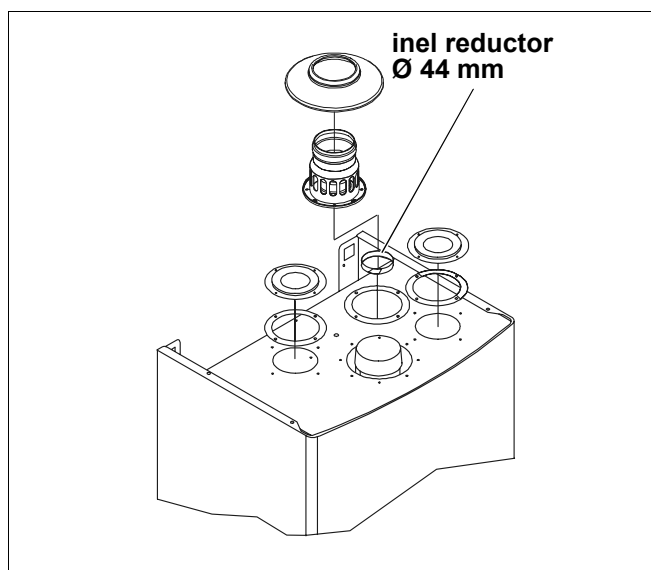

Fig. 14 Montarea inelului reductor și a adaptorului
- Pentru sistemul gazelor arse cu un diametru de 80 mm și o lungime între 0,5 m și 4 m trebuie montat un inel reductor în adaptorul ieșirii suflantei cu un diametru de 44 mm (Fig. 14). Acest inel reductor se livrează împreună cu cazanul de încălzire într-un ambalaj din folie.